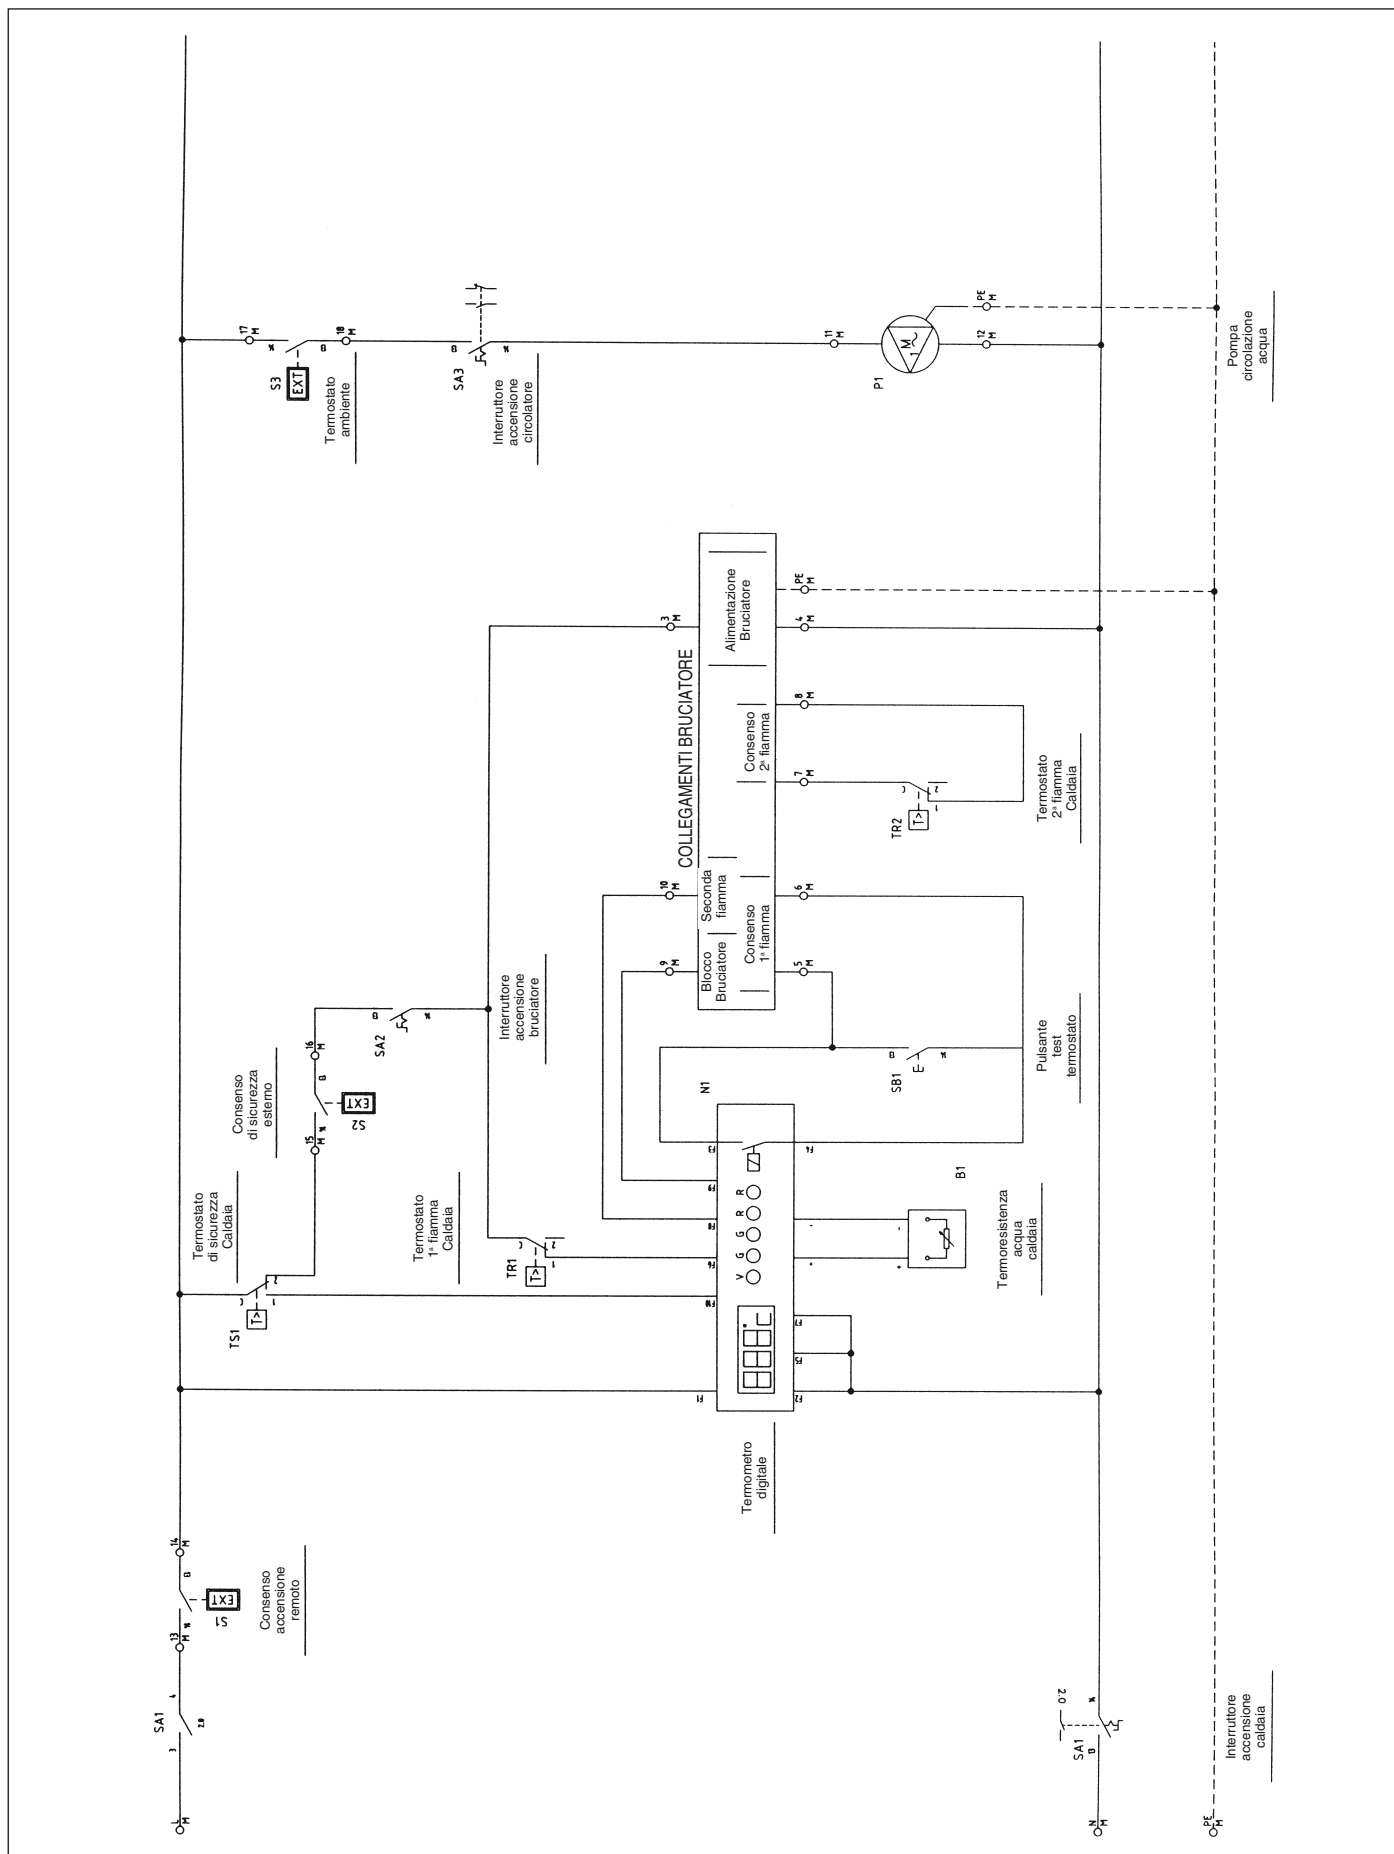

Fig. 17
9.4 Pulizia della caldaia (Fig. 17)